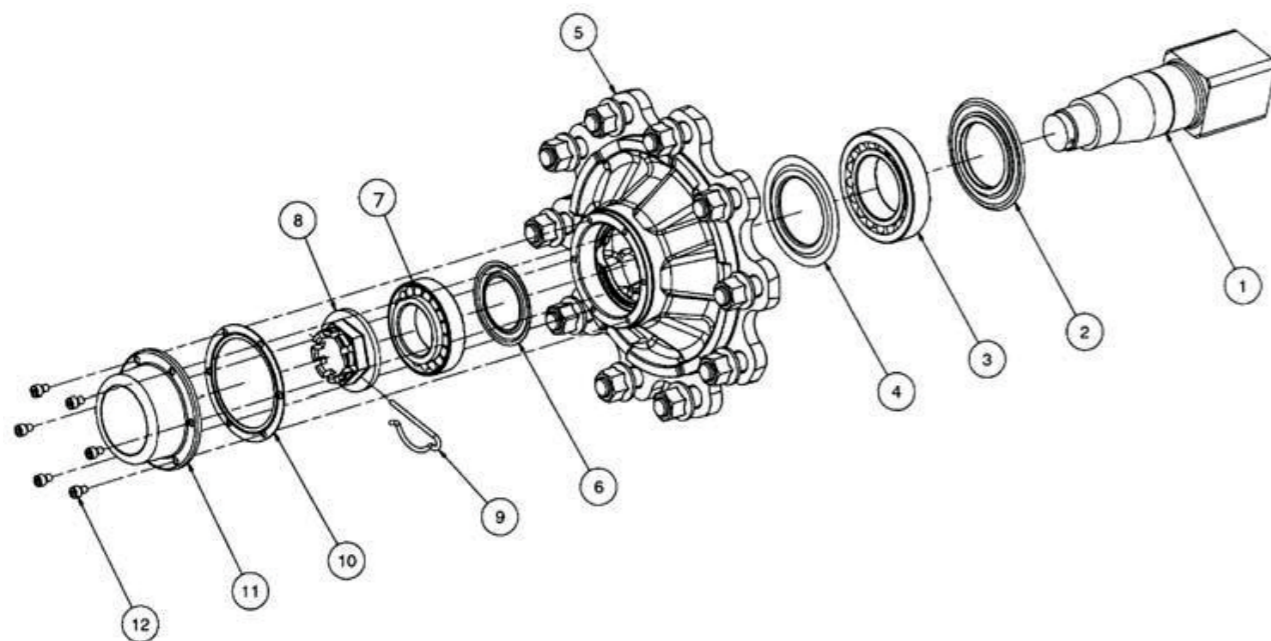

Рис. 5
7.1 **Регулировку подшипников ступиц колес** ПС-25Б производить при появлении осевого люфта (стук, виляние) колес в следующем порядке (Рис.5):